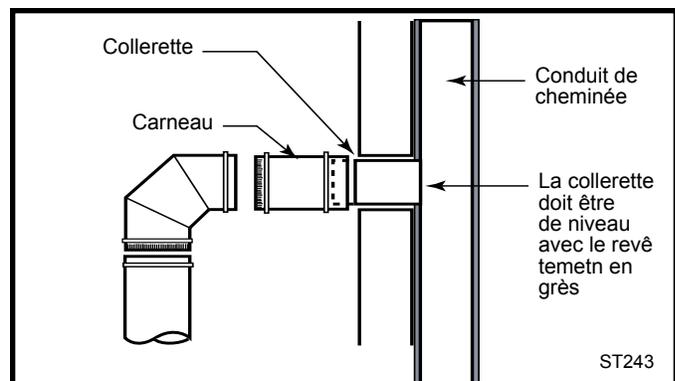

**Fig. 6** Vue éclatée du raccordement à la cheminée dans une installation de maçonnerie autoportante.
- Fixez le carneau à la cheminée. Des instructions pour diverses installations suivent : La figure 6 illustre le tracé générique des pièces du carneau.